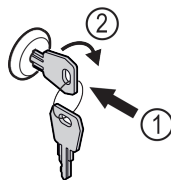

Fig. 161 Példaként szolgáló ábrázolás
- ▶ Dugja be a kulcsot Fig. 161 (1).
- ▶ Forgassa el a kulcsot 90°-kal az óramutató járásával megegyező irányba Fig. 161 (2).